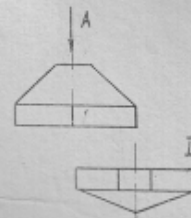

Рис.5
6. Укажите название вида, выполненного по стрелке А и обозначенного цифрой I на рис.5.